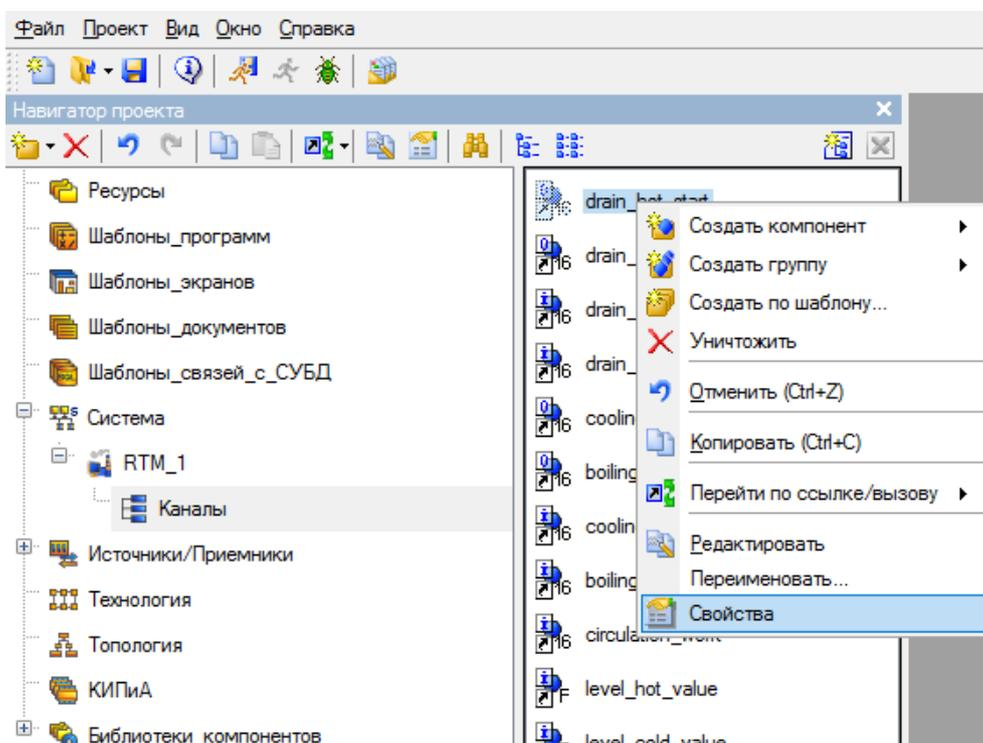
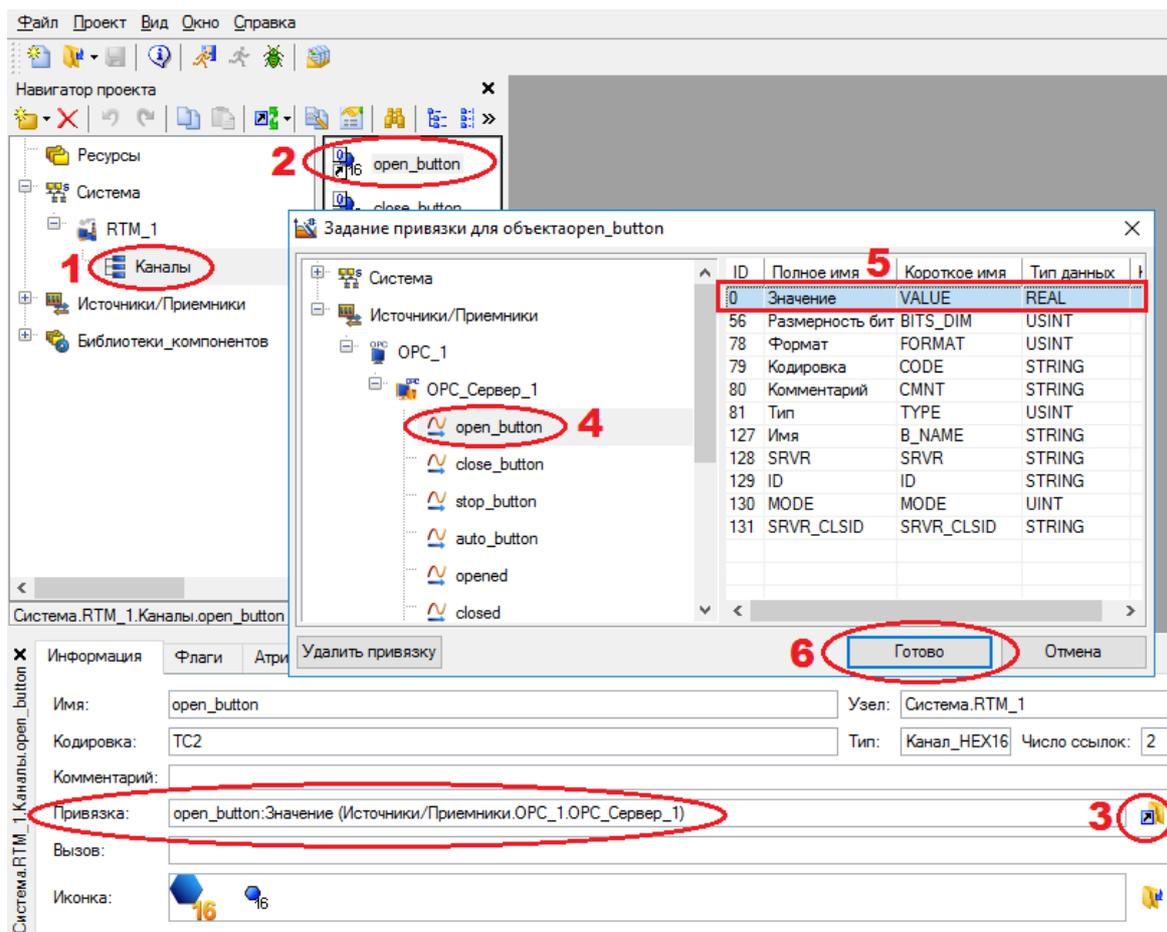

Рис. 75. Открытие свойств канала
Рис. 76. Привязка канала к OPC источнику
5. Откройте свойства каждого канала и сделайте его привязку к одноимённым источникам/приёмникам (рис. 75). Пример привязки выходного канала «open_button» к OPC источнику «open_button» показан на рис. 76.